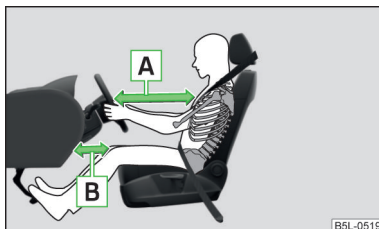

Fig. 103
- Reglați volanul în așa fel, încât distanța dintre volan și torace să fie de cel puțin 25 cm [A] » fig. 103. Reglați distanța picioarelor față de bord în zona airbagului pentru genunchi în așa fel, încât aceasta să fie de minim 10 cm [B]. Dacă nu se respectă această distanță, sistemul airbag nu își poate exercita eficiența maximă – Pericol!